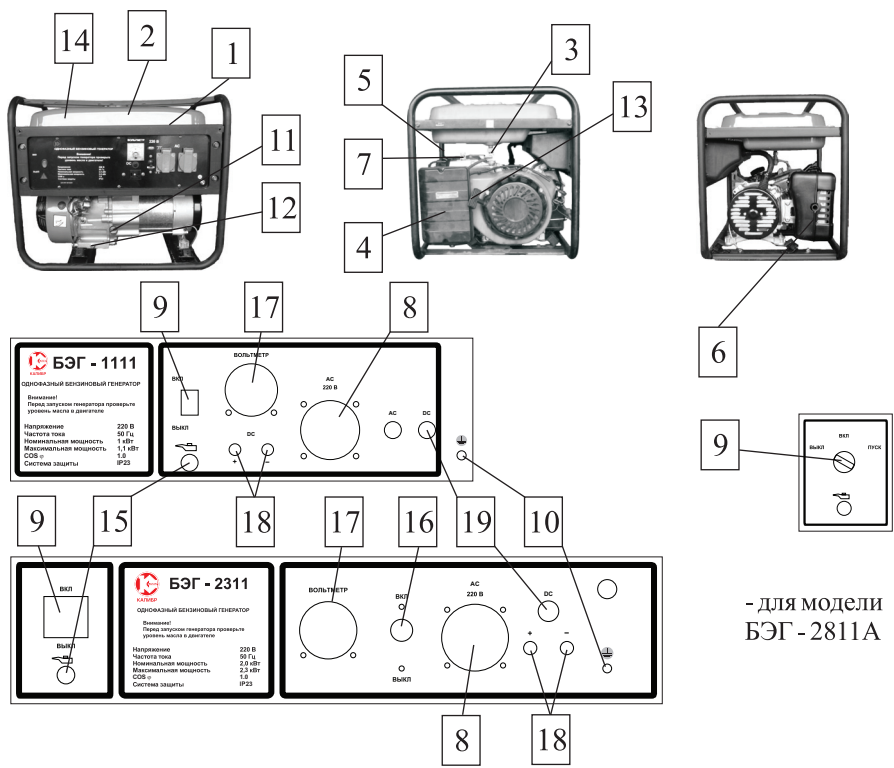
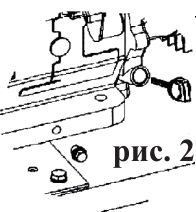

рис. 1
рис. 2
Общий вид генератора схематично представлен на рис. 1
6.2.1 Вывинтить щуп 11 (рис. 1) и залить в картер масло соответствующего типа до нижнего края горловины. Вставить сухой чистый щуп в горловину картера и
6.3 Заземление корпуса генератора. При установке генератора следует подключить к резьбовой клемме 10 (рис. 1) проводник заземляющего устройства, удовлетворяющего требованиям раздела “Обеспечение требований безопасности”.
6.5.1 Отключить всех потребителей переменного тока генератора, переведя автоматический выключатель 16 (рис. 1) в отключённое положение, отсоединить потребителей постоянного тока от розетки 18 (рис. 1).
6.5.2 Открыть топливный кран 3 (рис. 1).
6.5.3 Перевести рычаг управления воздушной заслонкой 7 (рис. 1) в крайнее левой положение при пуске холодного двигателя и в промежуточное при пуске прогретого двигателя.
6.5.4 Перевести выключатель зажигания 9 (рис. 1) в отключённое положение.
6.5.5 Плавно вытянуть до упора трос ручного стартера за ручку 13 (рис. 1) и вернуть в исходное положение.
6.5.6 Перевести выключатель зажигания 9 (рис. 1) во включённое положение.
6.5.8 После прогрева двигателя в течение времени около 10-40 секунд, в зависимости от начальной температуры, переведите рычаг воздушной заслонки 7 (рис. 1) в крайне правое положение, если при этом двигатель работает неустойчиво вернуть рычаг заслонки в прежнее положение и обеспечить завершение прогрева двигателя.
б) Включите автоматический выключатель 16 (рис. 1).
6.6.1 При работающем генераторе отключить автоматический выключатель 16 (рис. 1), отсоединить потребителей постоянного тока. Дать генератору поработать на холостом ходу 30 -40 сек.
6.6.2 Перевести выключатель зажигания 9 (рис. 1) в отключённое положение.
6.6.3 Закрыть топливный кран 3 (рис. 1).
6.9 Наличие и величина напряжения переменного тока индицируется и измеряется вольтметром 17 (рис. 1). Причиной отсутствия напряжения при работающем генераторе может служить срабатывание автоматических выключателей защиты цепей от перегрузки 16, 19 (рис. 1). В этом случае следует устранить причину перегрузки и нажать кнопку или клавишу сброса соответствующего автоматического выключателя после его остывания.
7.2.1 Вывинтите щуп-пробку 11 (рис. 1) из горловины картера (рис. 2). Опустите в горловину сухой, чистый щуп и вытащить его - край смоченный маслом должен располагаться между отметками минимального и максимального допустимого уровней.
7.3.1 Снять в/в провод и вывинтить свечу 5 (рис. 1) из двигателя, используя свечной ключ 21 мм.